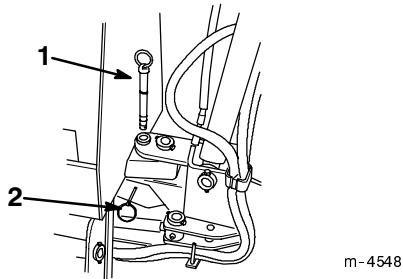
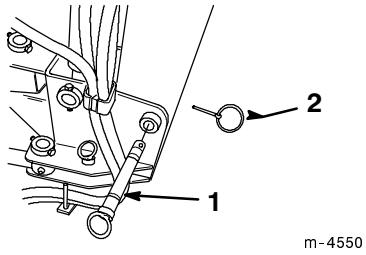
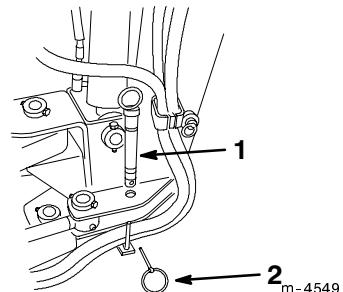

Abbildung 16
Abbildung 17
Abbildung 18
5. Die beiden Stifte entfernen, mit denen der Ausleger an seiner Position gehalten wird (Abb. 16 und 17), und auf Lagerungsposition stellen (Abb. 18).
Hinweis: Ein Stift verhindert, dass der Ausleger von Seite zu Seite schwingt (Abb. 16), und der andere verhindert, dass sich der Ausleger nach oben und unten bewegt (Abb. 17).